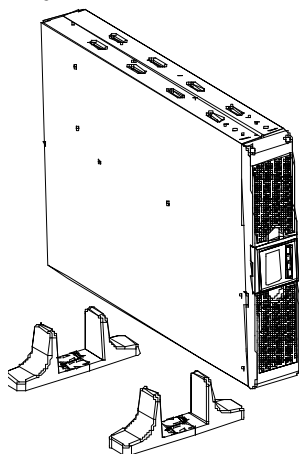

Рис. 1
1. Установите ИБП вертикально и рядом две подставки (рис. 1).